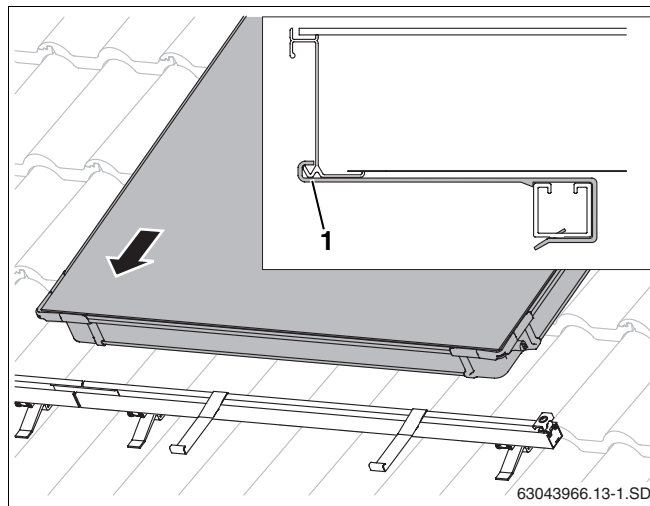

Fig. 42 Colocar el primer colector sobre los perfiles guía
- ▶ Coloque el primer colector sobre los perfiles guía y déjelo deslizar hasta los seguros contra deslizamiento (fig. 42).
El borde inferior del colector debe descansar sobre la abertura del seguro contra deslizamiento (fig. 42, **pos. 1**).